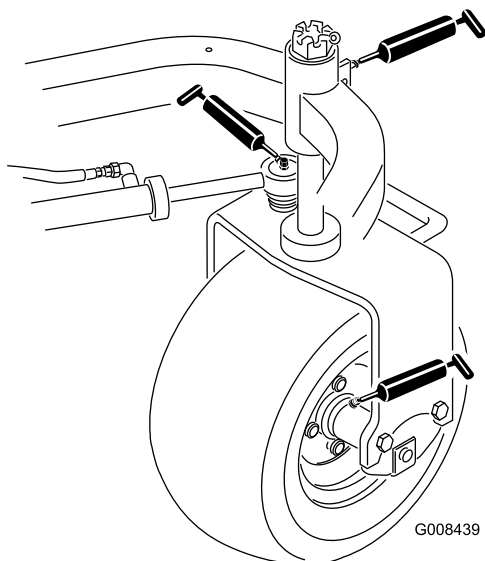

Figura 26
- Mozzo della ruota posteriore (1) (Figura 26)
- Cuscinetto della ruota orientabile (1) (Figura 26)
- Cilindro sterzante (2) (Figura 26)